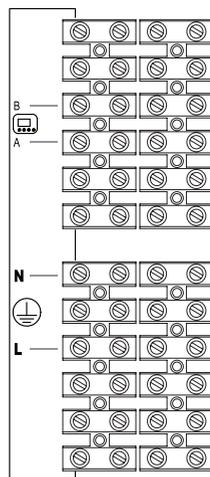

Figura 3.18
- Individuare il coperchio copri morsettiera C (Figura 3.18) ed aprirlo.
- Collegare il cavo di alimentazione elettrica proveniente dall'interruttore onnipolare alla morsettiera di alimentazione elettrica della caldaia Figura 3.18 rispettando la corrispondenza della linea (filo marrone) e del neutro (filo azzurro).
- Collegare il cavo bipolare proveniente dalla scatola elettrica del MULTIZone alla morsetteria di alimentazione elettrica della caldaia Figura 3.18.